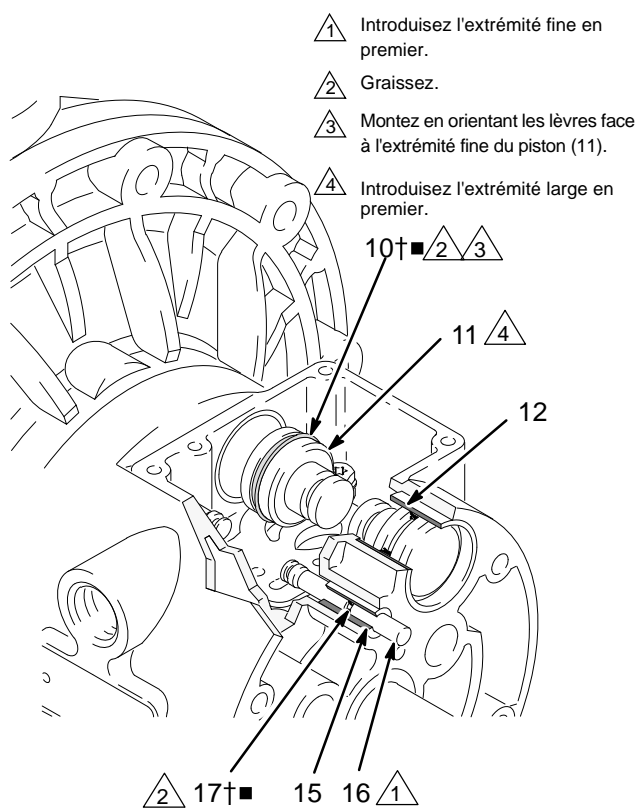

FIG. 8
4. Sortez les deux pistons d'actionnement (11) des coussinets (12). Retirez les joints en coupelle (10) des pistons. Sortez les axes de commande (16) des coussinets (15). Retirez les joints toriques (17) des axes de commande. Consultez FIG. 8.
6. Examinez les coussinets (12, 15) en place. Consultez FIG. 8. Les coussinets sont cintrés et, s'ils sont endommagés, doivent être retirés par l'extérieur. Pour cela, il est nécessaire de démonter la partie fluide. Voir page 22.
4. Placer un joint torique (17) sur chaque tige de commande (16). Graissez les axes et les joints toriques. Insérez les axes dans les coussinets (15), extrémité **fine** en premier. Consultez FIG. 8.
5. Installez un joint en coupelle (10) sur chaque piston d'actionnement (11), en orientant les lèvres des joints vers l'extrémité **fine** des pistons. Consultez FIG. 8.
6. Lubrifier les joints en coupelle (10) et les pistons d'actionnement (11). Insérez les pistons d'actionnement dans les coussinets (12), extrémité **large** en premier. Laissez l'extrémité fine des pistons exposée. Consultez FIG. 8.